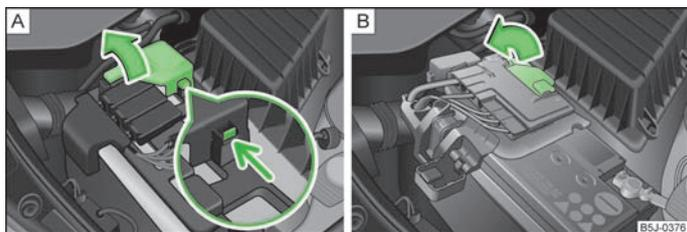

Fig. 120 Batteria della vettura: sollevare il coperchio (cambio automatico) / (cambio meccanico)
- Disimpegnare il dispositivo di bloccaggio sul lato del polo positivo della batteria » fig. 120 - [A].
- Sollevare il coperchio nella direzione indicata dalla freccia » fig. 120 - [A] (cambio automatico) o » fig. 120 - [B] (cambio meccanico).